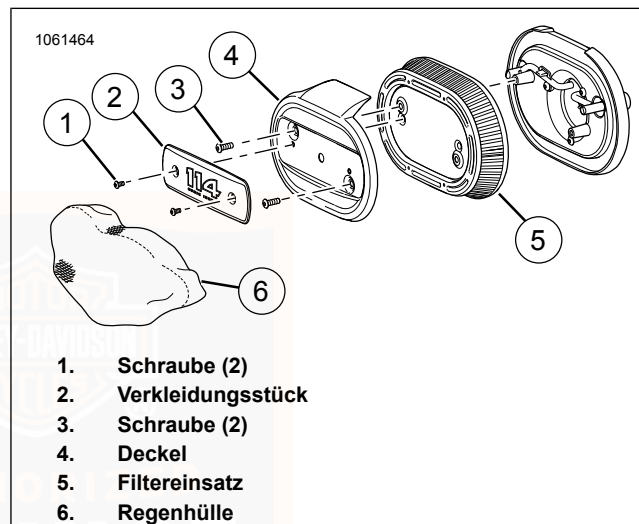

Abbildung 71. Luftfilter: Oval
1. Siehe Abbildung 71 . Luftfilter-Ziereinsatz entfernen.
- a. Die Schrauben (1) des Ziereinsatzes entfernen.
- b. Zierring (2) entfernen.
- a. Die Schrauben (3) entfernen.
- b. Den Deckel (4) entfernen.
- c. Den Luftfiltereinsatz (5) entfernen.
Bei Ausstattung mit ovalem Luftfilter: Siehe Abbildung 71. Unter feuchten Bedingungen oder bei Regenwetter kann Wasser in den Motor eindringen, da der Filtereinsatz freiliegt. Wenn das Motorrad geparkt ist, kann eindringendes Wasser zu Motorkorrosion oder -schäden führen. Während der Fahrt kann Wasser Fehlzündungen des Motors verursachen. Bei
1. Siehe Abbildung 71 . Abdeckungsteile und Luftfiltereinsatz einbauen.
- a. Den Luftfiltereinsatz (5) anbringen.
- b. Die Abdeckung (4) anbringen.
- c. Die Schrauben (3) anbringen. Festziehen. 5,7–6,75 N·m (50–60 **in-lbs**)
- a. Ziereinsatz (2) anbringen.
- b. Die Verkleidungsstückschrauben (1) anbringen. Festziehen. 3–3,6 N·m (27–32 **in-lbs**)